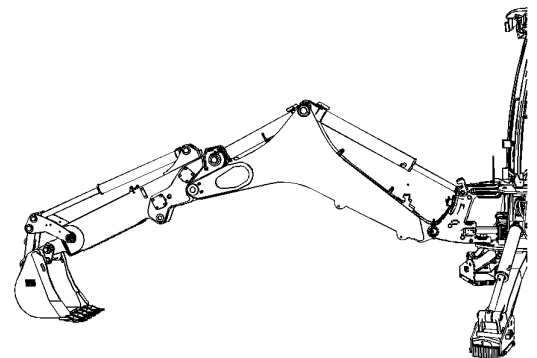

Рисунок 5
2. Установите машину в требуемое положение. См. рисунок 5
4. Используя отверстия доступа (5), измерьте зазор между верхней поверхностью плоской износной накладки, прикрепленной болтами к внутренней рукояти, и внутренней поверхностью наружной рукояти.
a. Ослабьте затяжку двух болтов (6), крепящих нижнюю износную накладку.
b. Поверните установочный винт (7) против часовой стрелки на два оборота.
d. Верните машину в положение, показанное на рис. 5.
f. Если зазор соответствует требованиям, нанесите 154-9731 герметик для резьбовых поверхностей на оба болта (6).
g. Затяните болты (6) с моментом затяжки 100 ± 20 N·m (74 ± 15 lb ft).
b. Чтобы уменьшить зазор, вращайте установочный винт (7) по часовой стрелке.
d. Если зазор соответствует требованиям, нанесите 154-9731 герметик для резьбовых поверхностей на оба болта (6).
e. Затяните болты (6) с моментом затяжки 100 ± 20 N·m (74 ± 15 lb ft).